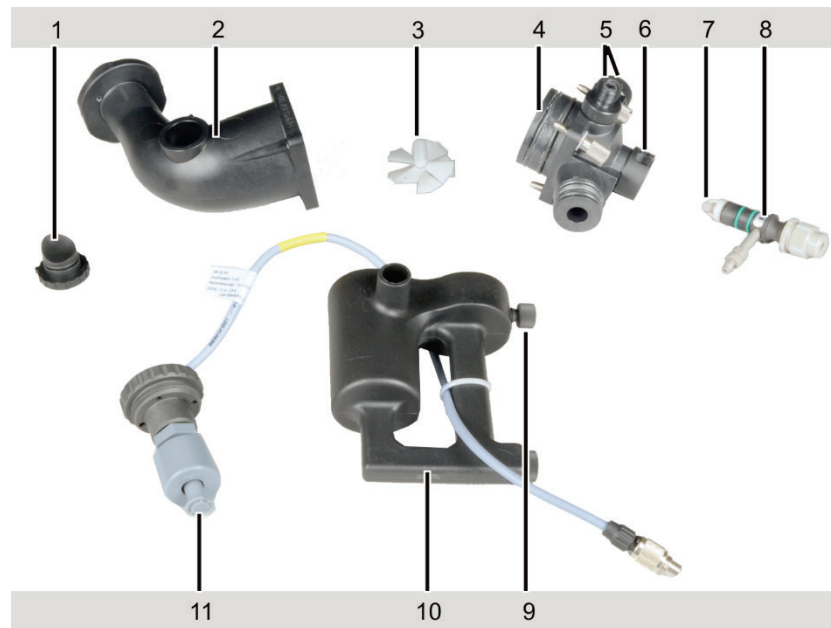

Bild 60 Mischkammer und Zerstäuber zur Reinigung zerlegt
6. Rändelschraube des Siphons (9 in Bild 60 S. 94) lösen, Siphon nach unten abziehen.
8. Einsatz des Siphonsensors abschrauben, Sensor aus Siphon (11 in Bild 60) ziehen.
10. Sicherheitsstopfen (1 in Bild 60) aus der Mischkammer ziehen.
12. Flügelrad (3 in Bild 60) aus dem Kammerrohr nehmen.
2. Prallkugel (7 in Bild 60 S. 94) leicht drehen und vom Zerstäuber ziehen. Sollte die Prallkugel festsitzen, den Zerstäuber noch einmal für mehrere Minuten in das Ultraschallbad legen.
4. Siphonsensor (11 in Bild 60 S. 94) in den Siphon schrauben. Siphon an Kammerkopf stecken, Seiten fluchtend ausrichten, mit Rändelschraube (9 in Bild 60) befestigen.
5. Sicherheitsstopfen (1 in Bild 60) am Kammerrohr stecken.
6. Anschlüsse für Brenngas und Zusatzoxidans (5 in Bild 60) in den Mischkammerkopf mit Dichtringen einschrauben.
7. Zerstäuber (8 in Bild 60) in den Kammerkopf stecken und mit dem Arretierungsring befestigen.